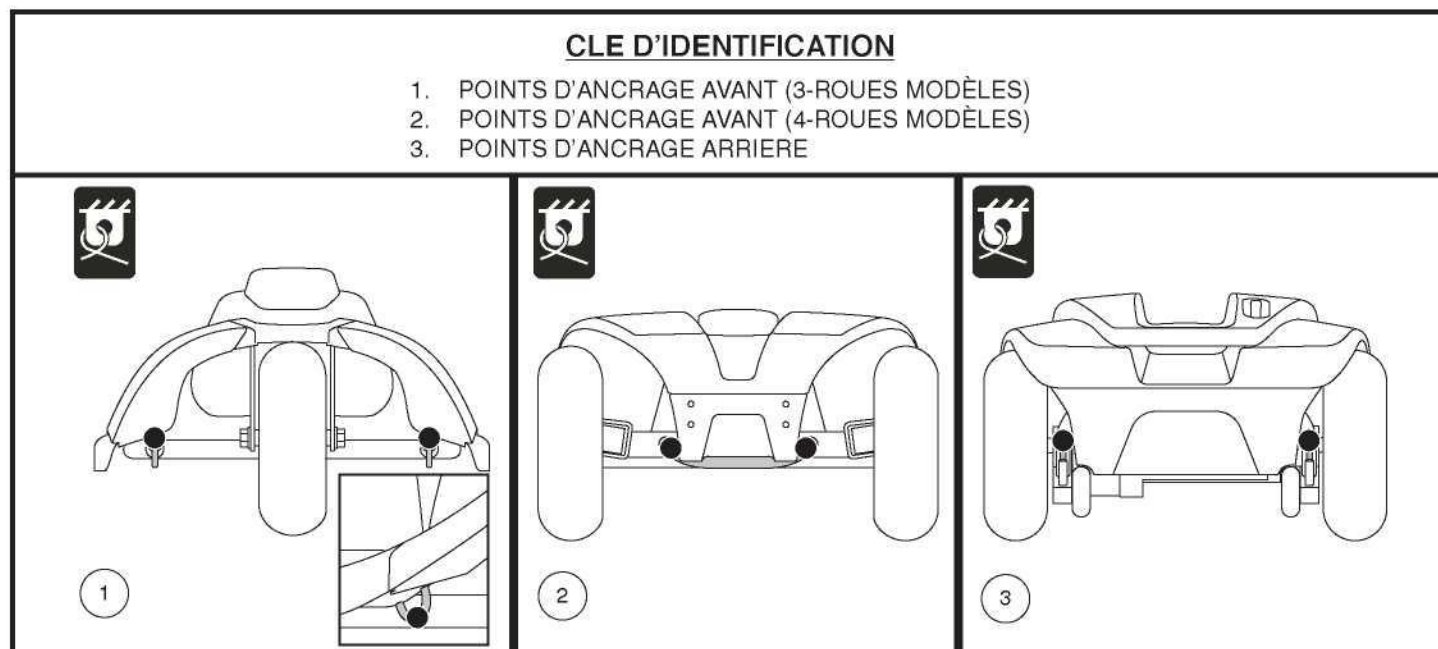

Figure 9. Points d'ancrage (indentifié avec des points noirs)
Le scooter doit toujours être ancrés face à l'avant du véhicule. Fixez les quatre (4) courroies aux points d'ancrage désignés sur le scooter. **Voir la figure 9 et 10.** Serrez-bien les courroies pour retirer le jeu excessif. N'attachez jamais le scooter par ses composants réglables ou mobiles tels que les accoudoirs, capots ou roues. Ces articles devraient être enlevés. Positionnez les points d'ancrage arrière des courroies directement derrière le scooter. Les points d'ancrage avant sont disposés plus loin de chaque côté du scooter afin d'augmenter la stabilité latérale.